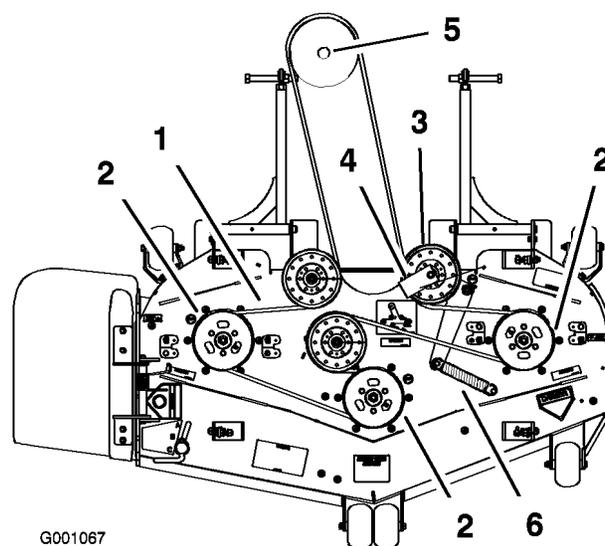

Figure 57
6. Acheminez la courroie neuve autour des poulies du plateau de coupe et de la poulie du boîtier d'engrenages, sous le moteur (Figure 57).
7. Raccrochez le ressort au bras de la poulie de tension (Figure 57).
8. Montez le guide-courroie sur la poulie de tension appelée par ressort à un angle de 45 degrés comme illustré à la Figure 57.